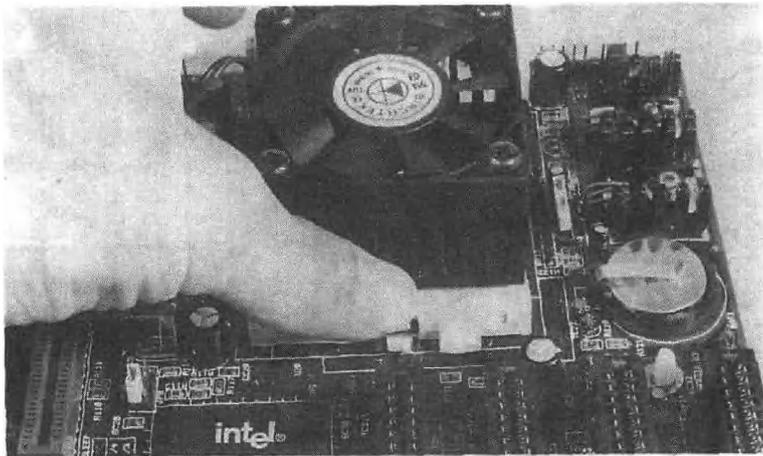

图 1-15
8. 再将铁片的另一端用力往下压并且往内推以卡住另一边的卡榫,并且调整风扇在 CPU 上的位置,务必使风扇对准整个 CPU(如图 1-15)。